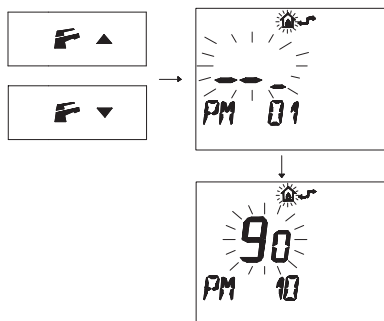

Figura 5.35
- Premere i pulsanti  o  per visualizzare la programmazione "PM10" selezione della frequenza di accensione (Figura 5.35).
Nella Figura 5.35 si visualizza un SET programmato di **90** corrispondente ad un tempo di riaccensione di 3 minuti circa.